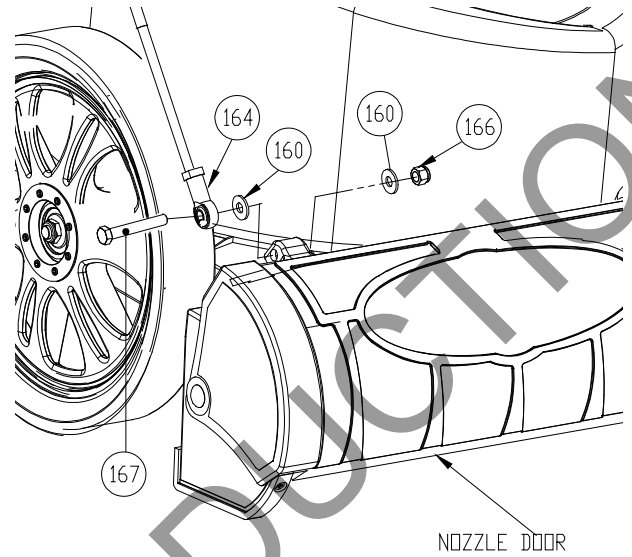

Figura 4
5. Fixe a extremidade da haste (item 164) à haste da porta do bocal e, em seguida, fixe-a no lugar apertando a porca sextavada. (Consulte a *Figura. 4* na próxima página)
8. Fixe a haste da porta do bocal à alavanca com a porta do bocal fechada e a alavanca na posição do kit da mangueira. **OBSERVAÇÃO:** Verifique se a porta do bocal abre e fecha completamente (página 15). Aperte ou afrouxe a extremidade da haste (item 164) para fazer ajustes. (Consulte a *Figura. 4 e 5*)